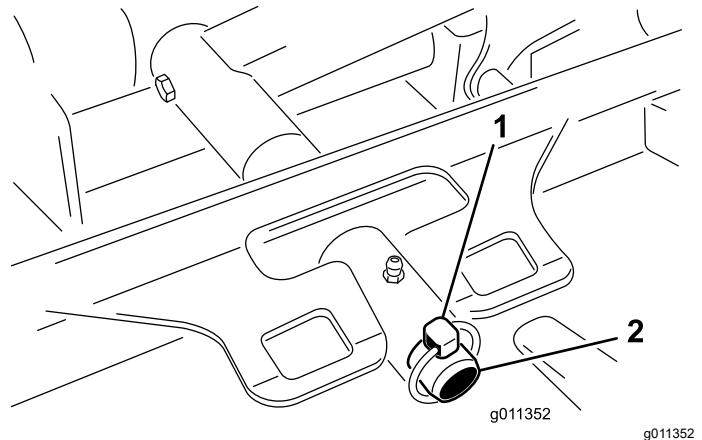

Figura 11
3. Retire el pasador de seguridad o la tuerca de retención (GM 4700 solamente) que sujeta el bastidor de tiro de la carcasa a la barra de giro del brazo de elevación (**Figura 11**).
3. Deslice el bastidor de tiro de la carcasa sobre el pasador de giro del brazo de elevación. Sujételo con un pasador de seguridad o una tuerca de retención (GM 4700 solamente) (**Figura 11**).